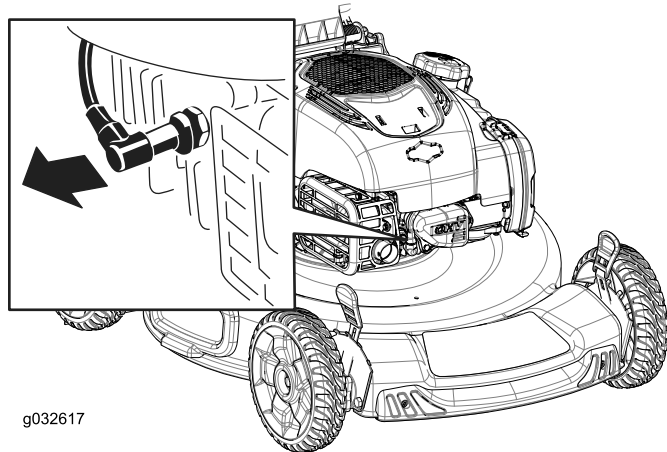

Bild 20
2. Ziehen Sie den Kerzenstecker von der Zündkerze ab (Bild 20).